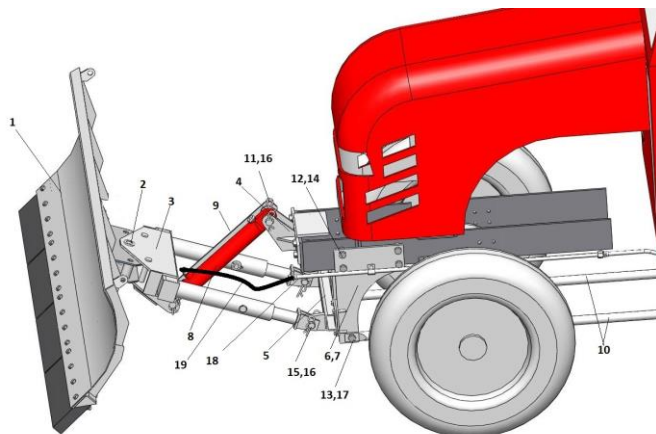
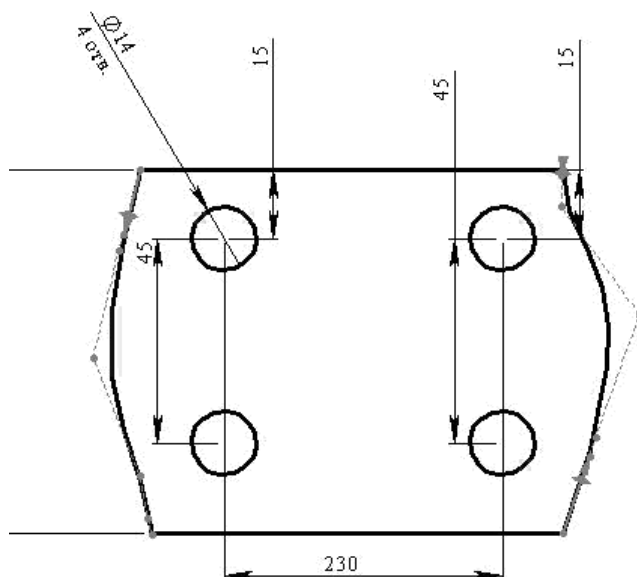

Рис.1 МКО-2,0 на трактор Gm254
Рис.2
Оборудование плужное МКО-2,0 устанавливается на трактора TS-254; JM-254 (рис.1, 1в)
Плужное оборудование (рис. 1) состоит из:
2.4.2. Перевод плужного отвала МКО-2,0 и КО320 в рабочее и транспортное положение осуществляется при помощи гидроцилиндра рис. 1, 3 (8)
2.5.6. Кронштейн МКО-1, 8.00.432 (Рис. 1а) приварить к заднему кронштейну трактора по месту сопряжения
Рис.1а
Рис.1в. МКО-2,0 на трактор TS-254
Для установки оропы гидроцилиндра поз.4 (рис.1) просверлить 4 отверстия диаметром 14 мм в передней панели трактора согласно рис.2.